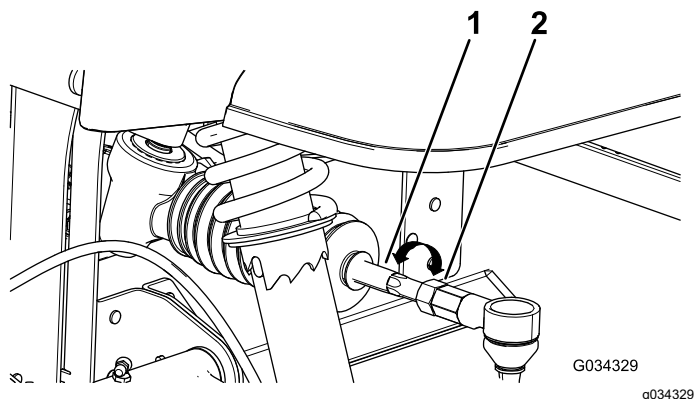

Figura 48
4. Si la distancia no es de 0 ± 3 mm, afloje las contratuercas en el extremo exterior de las bielas (**Figura 48**).